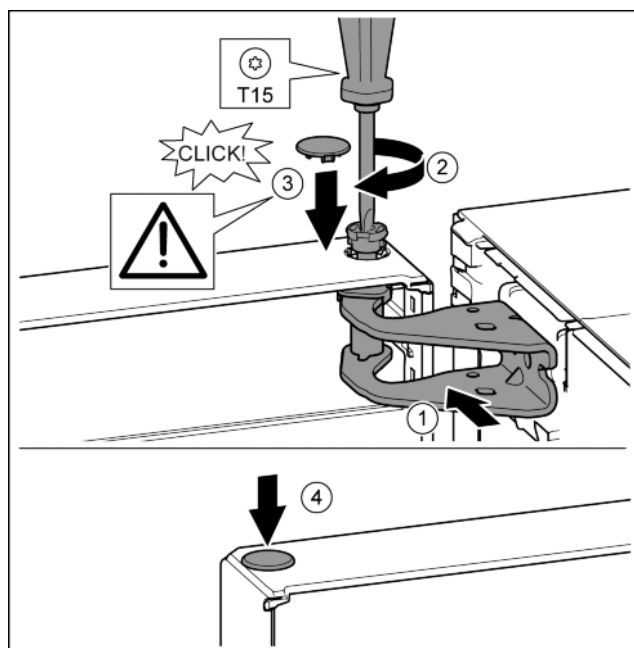

Fig. 19
- ▶ Wyrównać drzwi u góry względem otworu w płytce zawiasu. Fig. 19 (1)
- ▶ Założyć sworzeń i dokręcić śrubokrętem T15. Fig. 19 (2)
- ▶ Zamontować osłonę bezpieczeństwa w celu zabezpieczenia drzwi: Włożyć osłonę zabezpieczającą i sprawdzić czy przylega ona do drzwi. Ponadto założyć cały sworzeń. Fig. 19 (3)
- ▶ Założyć zatyczkę. Fig. 19 (4)